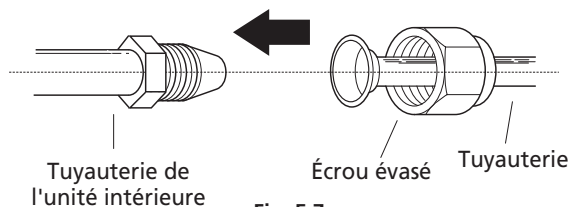

Fig. 5.7
- Alignez le centre des deux conduites que vous allez raccorder. Voir **Fig. 5.7**.